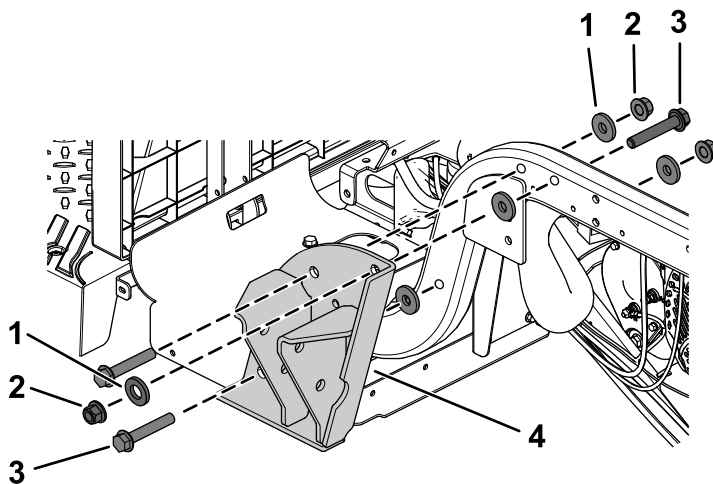

図 18
1. 図 18 のように、ROPS ブラケットを取り付けるフランジヘッドボルト $\frac{1}{2}$ x 3 インチ 3 本、平ワッシャ $\frac{1}{2}$ インチ 5 枚、ロックナット $\frac{1}{2}$ インチ 3 個を使用する。
注 ワッシャは、図 18 に示すように 2 枚を外側に取付けてください。